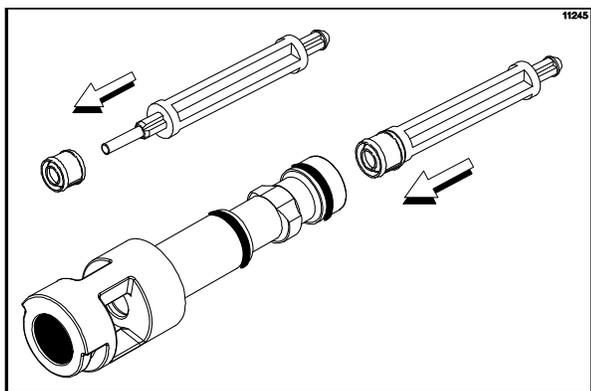

图 117
7. 将搅拌杆轴封插入到出料阀底部尽可能远的地方，搅拌杆轴封应与出料阀空腔内的环槽相符合。（见图 117。）